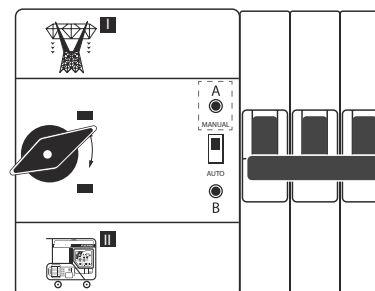
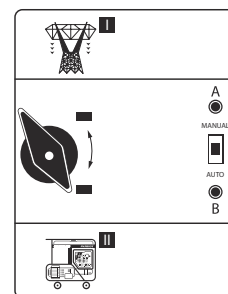
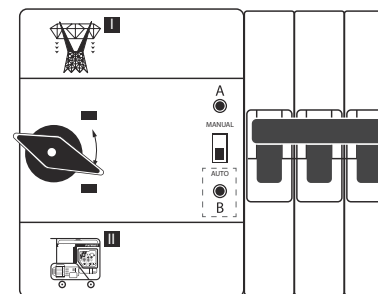

Рис. 2
Рис. 3
Рис. 4
Примечание! В случае если генератор по каким-то причинам запустить невозможно, напряжения от сети тоже нет и есть необходимость переключить контактор, то можно переключить контактор в ручной режим. Для этого откройте крышку щитка, отключите автомат защиты, переведите переключатель на контакторе в положение MANUAL (рис. 2), затем переведите ручку переключения контактором в нужное положение (I)-сеть, (II)-генератор (рис. 3), переведите переключатель на контакторе в положение AUTO (рис. 4), затем включите автомат защиты.